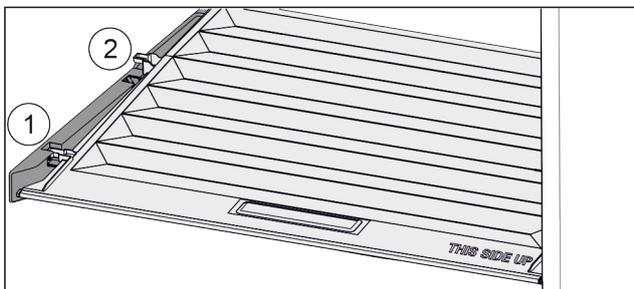

Fig. 51
- ▶ Deckel bis zur Öffnung in den Halteteilen nach vorne ziehen Fig. 51 (1).
- ▶ Hinten von unten anheben und nach oben wegnehmen Fig. 51 (2).